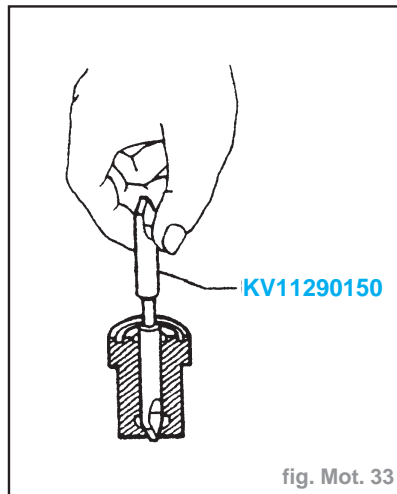

fig. Mot. 33
- Nettoyer le siège de l'injecteur à l'aide de l'outil spécial (fig. Mot. 33).